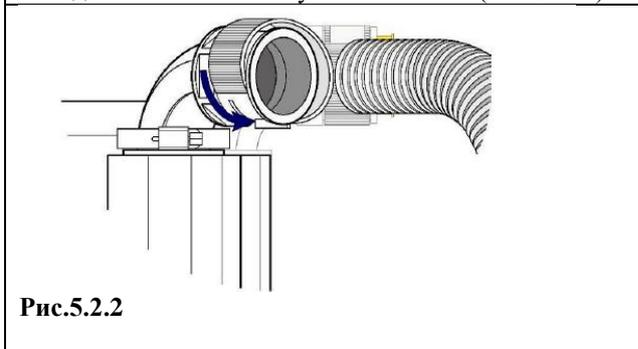

Рис.5.2.2
*Передвиньте пластмассовый зажим так, чтобы неподвижный лист выступал из желоба (Рис.5.2.2.)